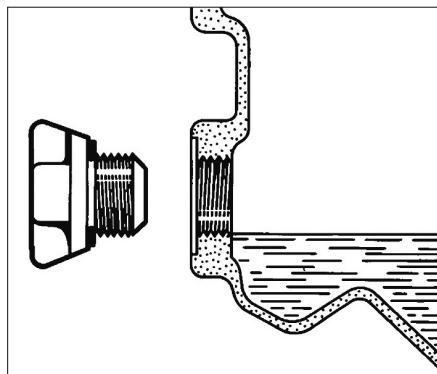

FIG. 3
- Remplir la boîte de vitesses à l'aide d'une seringue d'huile jusqu'à ce que l'huile déborde de l'orifice du bouchon de remplissage (Fig.3).